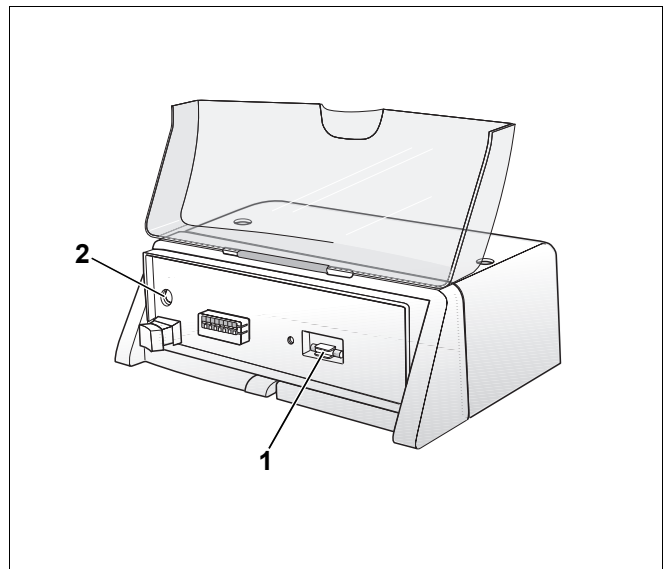

Рис. 6 Замена предохранителя отопительной установки
На передней стороне системы управления (сзади главного регулятора) находится выемка с запасным предохранителем для отопительной установки (рис. 6, **поз. 1**).
- Вращая отверткой против часовой стрелки, отверните крышку предохранителя (рис. 6, **поз. 2**).
- Вынуть вперед крышку с неисправным предохранителем (рис. 6, **поз. 2**).